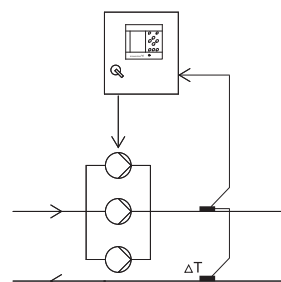

Рис. 27 Перепад температур
- Перепад температуры (датчик перепада температуры), см. рис. 27.